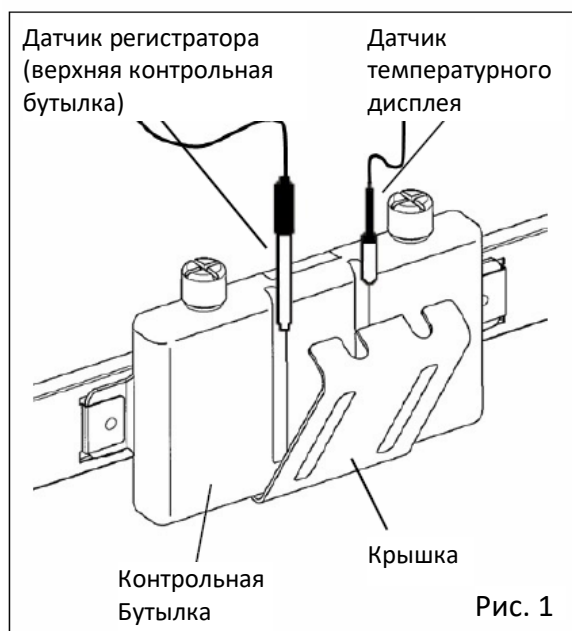

Рис. 1
Поворачивайте передние выравнивающие ножки по часовой стрелке, пока ролики не поднимутся на 5–10 мм над поверхностью пола. Кроме того, слегка поверните выравнивающие ножки по часовой стрелке или против часовой стрелки и отрегулируйте их так, чтобы холодильник был полностью выровнен. (Рис. 1).
- Крышка зафиксирована верхней и нижней защелками. Ее можно снять, потянув верхнюю часть вперед, как показано на Рис. 1.